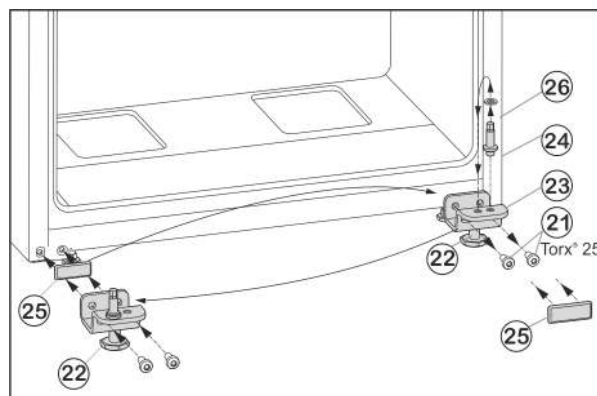

Fig. 9
- ▶ Открутите крепежные винты Fig. 9 (21).
- ▶ Снимите нижний опорный кронштейн Fig. 9 (23) вместе с опорным пальцем Fig. 9 (24), шайбой Fig. 9 (26) и регулируемой опорой Fig. 9 (22).
- ▶ Открутите опорный палец Fig. 9 (24) вместе с шайбой Fig. 9 (26) и, переставив в отверстие на противоположной стороне опорного кронштейна, снова прикрутите.
- ▶ Аккуратно снимите защитную пластину Fig. 9 (25) и переставьте ее на противоположную сторону.
- ▶ Прикрутите нижний опорный кронштейн Fig. 9 (23) вместе с опорным пальцем Fig. 9 (24), шайбой Fig. 9 (26) и регулируемой опорой Fig. 9 (22) с новой стороны шарнира (с моментом 4 Нм), при необходимости используйте аккумуляторный шуруповёрт.
- ▶ Установите дверь сверху на опорный палец *Fig. 9 (24)*.
- ▶ Выверните регулирующую опору *Fig. 9 (22)* на нижнем опорном кронштейне *Fig. 9 (23)* до ее соприкосновения с полом.